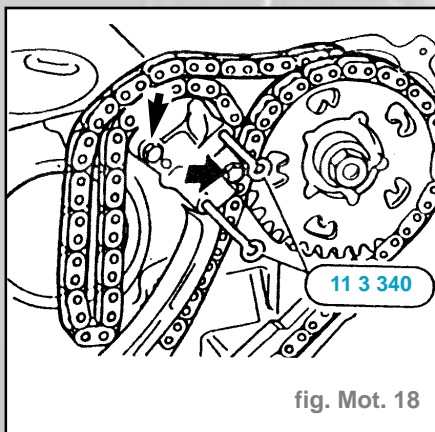

fig. Mot. 18
- Enfoncer en bas le piston de tension et verrouiller avec la fiche de positionnement (fig. Mot. 18).
- Enlever la fiche de positionnement inférieure de blocage du tendeur (fig. Mot. 18).